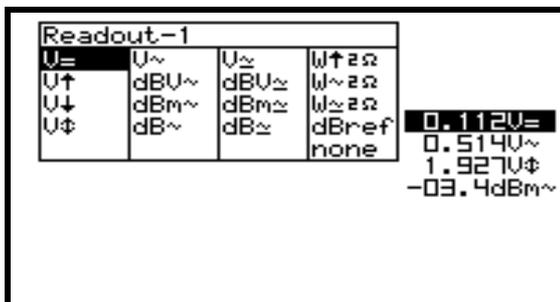

Fig 17
2. Prima as teclas de deslocamento para destacar a função pretendida para o medidor 1. (**Fig. 17**)